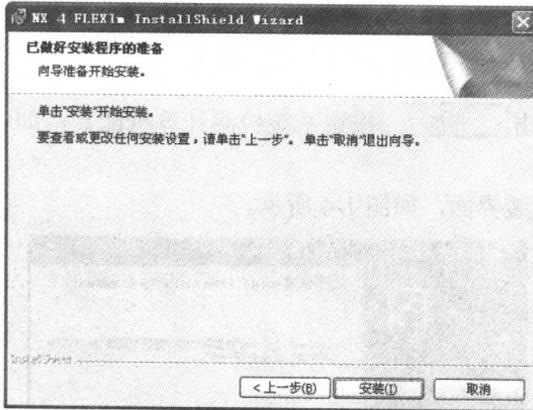

图 1-7 已做好安装准备界面
(10) 完成许可证文件路径选择后，单击 **下一步(N) >** 按钮出现已做好安装准备界面，如图 1-7 所示。